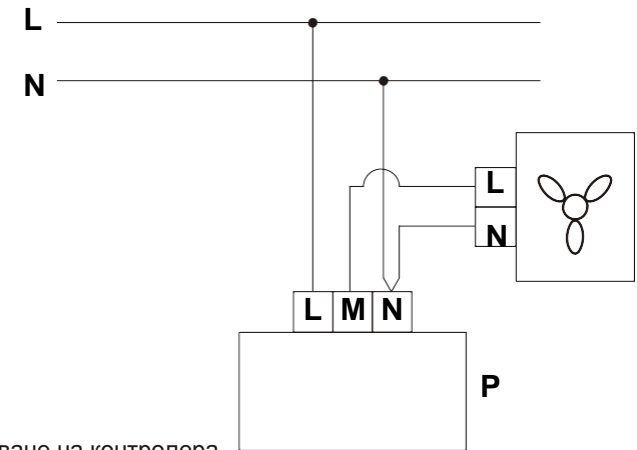

Fig. 3 Схема на свързване на контролера
- Извадете копчето на контролера (1);
- Развийте монтажната гайка (2) на предния корпус и премахнете предния корпус (3);
- Развийте монтажните винтове (4) свързващи конектора с монтажната кутия, и извадете контролера (5);
- Вкарайте кабелите в монтажната кутия (6);
- Свържете проводниците към клеморедата разположен на платката съгласно схема (Fig. 3) и етикета на клеморедата;